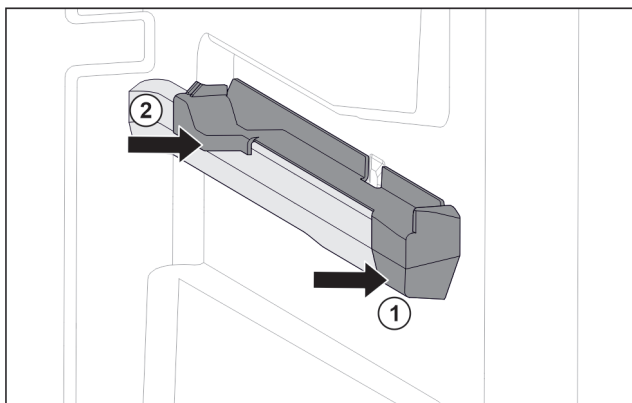

Fig. 51 Вставная часть на правом контейнерном ребре
- ▶ Наденьте вставную часть спереди на контейнерное ребро. Fig. 51 (1)
- ▶ Нажмите на вставную часть сзади. Fig. 51 (2)